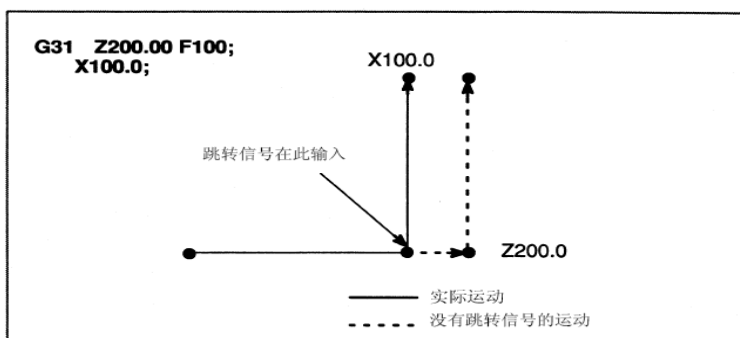

图 3-14
2. G31 的下一个程序段是1个轴的绝对坐标编程, 见图3-14